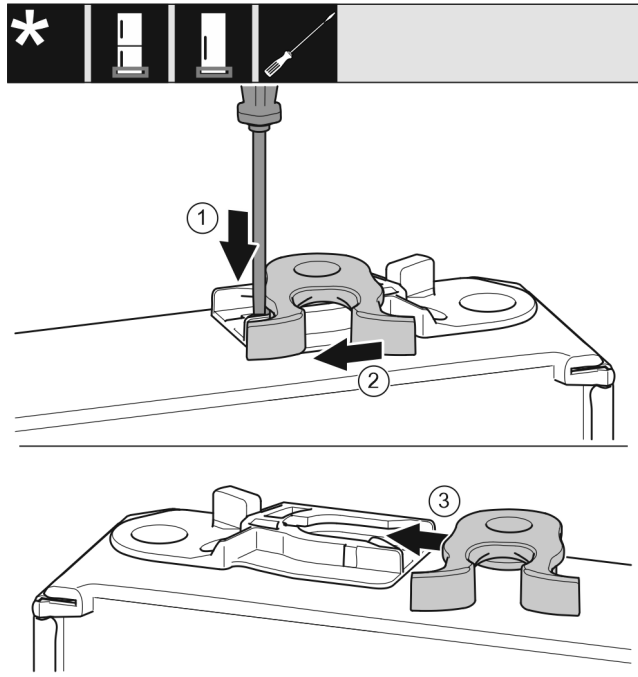

Fig. 20
- Shtypni për poshtë gjuhëzën *Fig. 20 (1)* me një kaçavidë me kokë petë.
- Nxirrni jashtë nga foleja udhëzuese grepat e mbylljes *Fig. 20 (2)*.
- Futni grepat e mbylljes *Fig. 20 (3)* në folenë udhëzuese në anën tjetër.